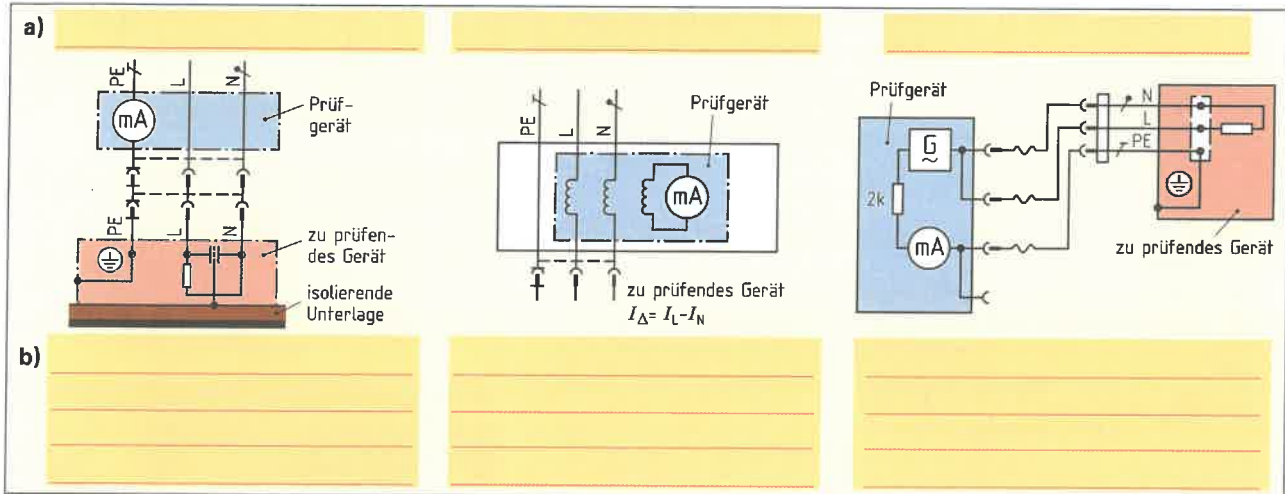

Bild 1: Methoden zur Messung des Schutzleiterstromes (Ableitstrom)
- beschreiben Sie die Messung des Ableitstromes (Bild 1) und